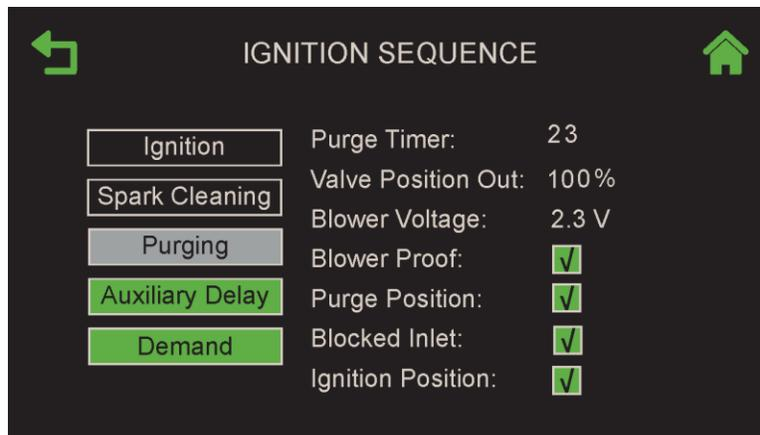

Figure 3-3 : Écran d'Ignition Sequence – Purge
5. Ensuite, les interrupteurs à l'épreuve du ventilateur et les interrupteurs d'entrée bloqués se ferment. Sur l'écran de la séquence d'allumage, l' **indicateur de purge** devient gris pendant la purge (figure 3-3) et la **minuterie de purge** affiche le temps écoulé du cycle de purge en secondes.
- b) Le cycle de nettoyage par étincelle commence (durée par défaut = 7 secondes) et l'indicateur de **Spark Cleaning** de l'écran de séquence d'allumage (figure 3-3) devient gris. Ce cycle allume le transformateur d'allumage pour produire une étincelle (sans circulation de gaz) afin d'éliminer l'humidité et l'accumulation de carbone de l'élément étincelant. Au cours de ce cycle, le contrôleur affiche le message d'état de **Cleaning Igniter**.
- c) Après le cycle de nettoyage des étincelles, l'alimentation est appliquée au robinet d'arrêt de sécurité (SSOV). Lorsque le SSOV indique que la soupape de gaz est OUVERTE (POC) et que l'indicateur d' **Ignition** de l'écran de séquence d'allumage (figure 3-3) devient gris.